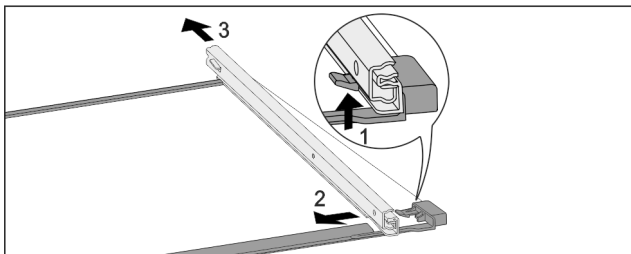

Fig. 104 Glasplatte mit Schienen
- ▶ Vorderen Rasthaken nach oben drücken. Fig. 104 (1)
- ▶ Auszugsschiene zur Seite Fig. 104 (2) und nach hinten Fig. 104 (3) wegschieben.